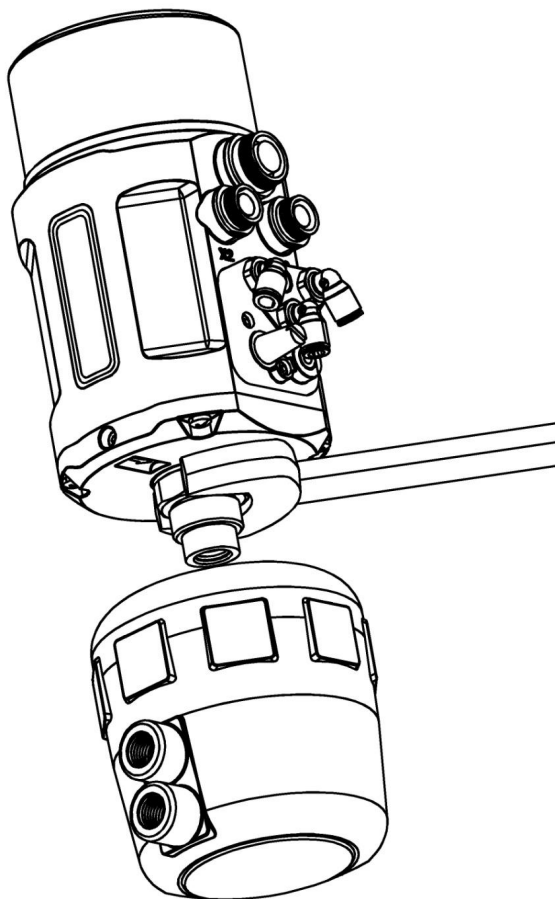

图 7. 定位器与执行器组装
4. 将执行器内部阀杆升到最高位置，用 32 号扳手将定位器底部的执行器连接组件右旋入到执行器对应螺纹接口，并确保旋紧连接组件。如图 7 所示。